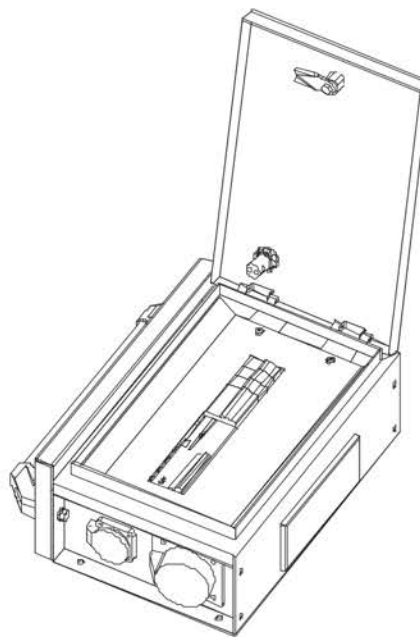

Рисунок 8
2.9 Поднести к крыше ручки щитка и вернуть болты в гайки М8, предварительно установленные в ручку (смотри 2.8, рисунок 8).